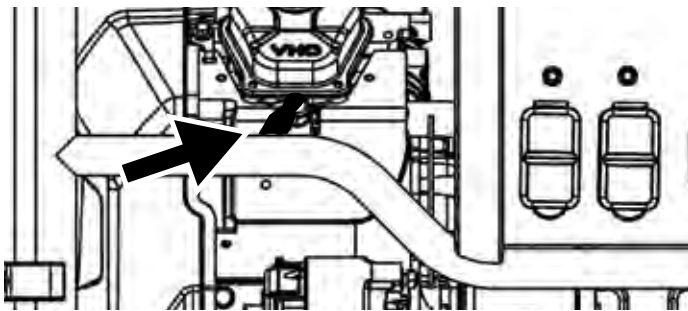

Figure 19 - Suppression de la bougie d'allumage
3. Retirez le soufflet de la bougie en tirant fermement le soufflet en plastique directement du moteur (voir Figure 19).